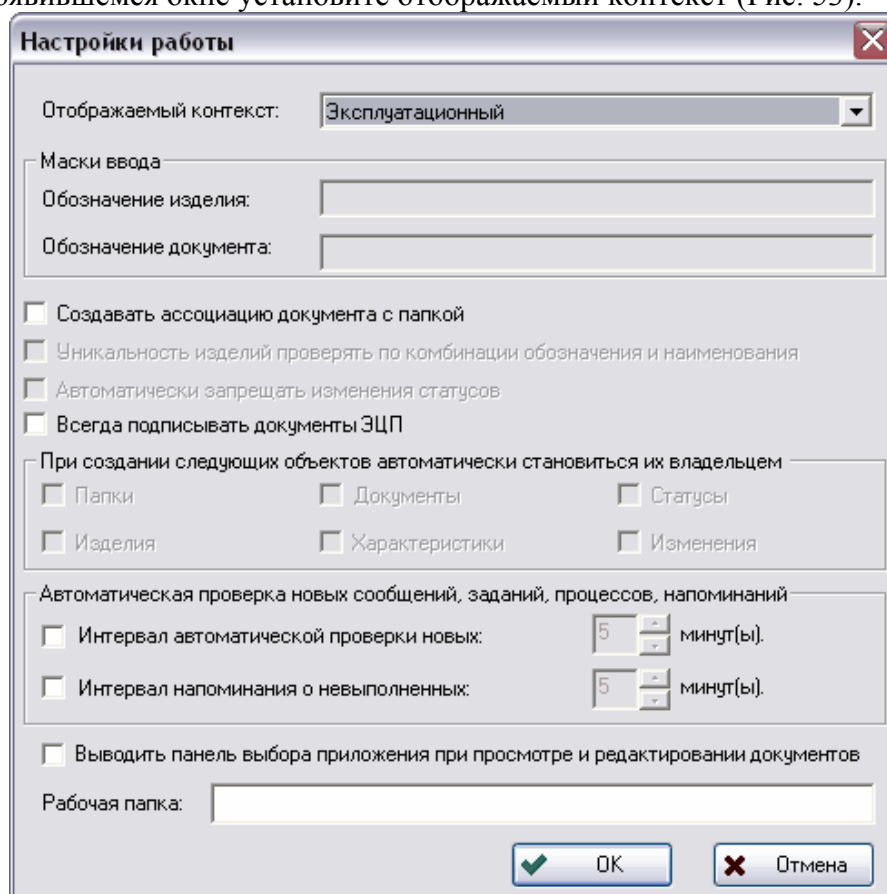

Рис. 53
2. В появившемся окне установите отображаемый контекст (Рис. 53).